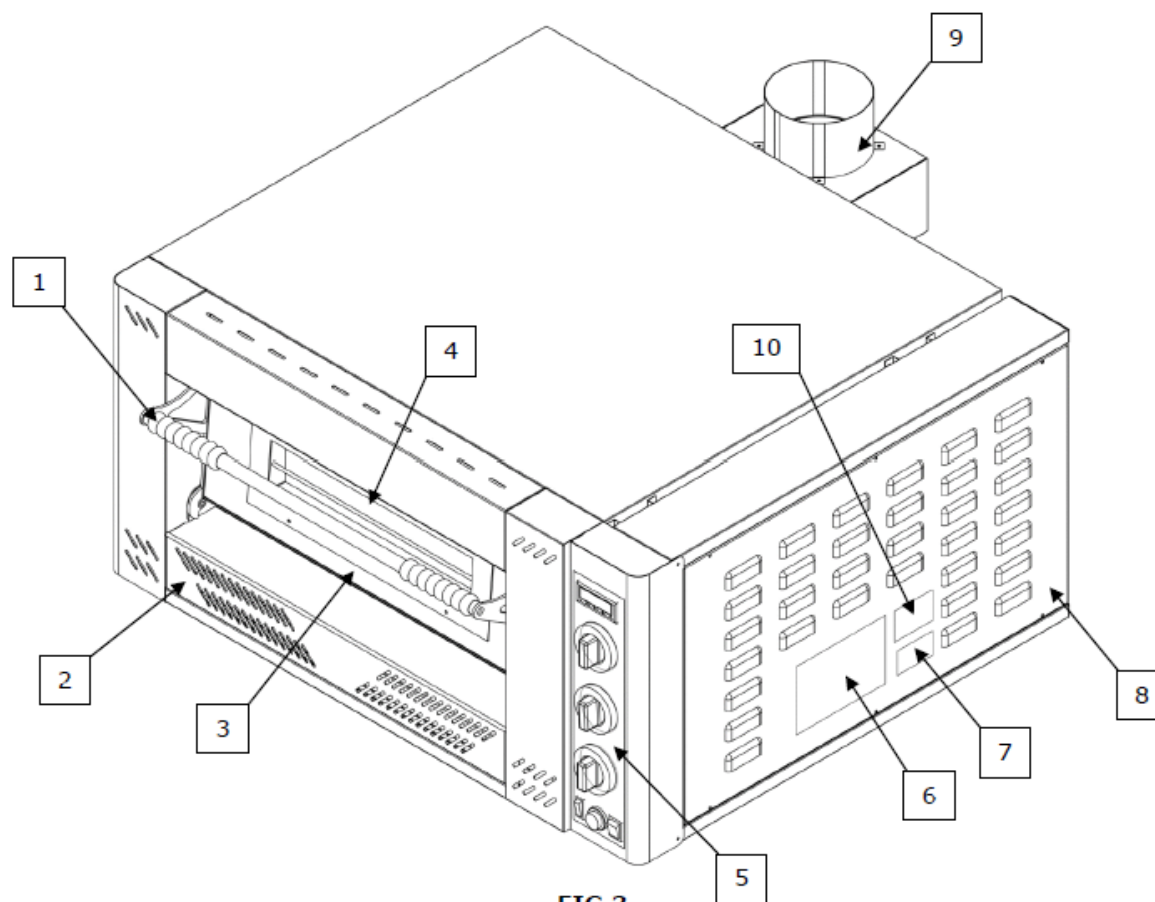
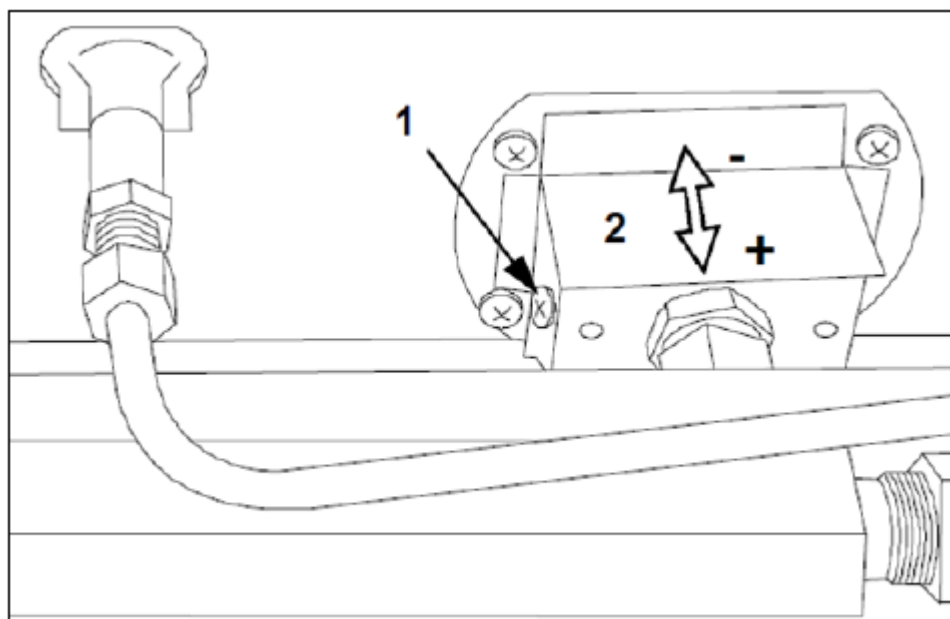

FIG.3
FIG.9
- Entfernen Sie die Frontplatte (Abb. 3-Ref. 2) und lösen Sie die Schrauben.
- Entfernen Sie die rechte Seitenwand DX (Abb. 3-Bez. 8), indem Sie die Schrauben lösen.
- 1) Dévisser et retirer le côté droit (DX) du panneau (FIG.3-Ref.8) ;
Retirer le panneau avant (FIG.3-Ref.2), dévisser les vis, retirer le régulateur d'air (FIG.9-Ref.1/2), les buses sont visibles et accessibles. Desserrer les buses avec une clé appropriée et les remplacer par des types adaptables comme indiqué dans les données techniques selon le modèle de four.
Desserrer les vis (FIG.9-Ref.1) et régler le brûleur à air (FIG.9-Ref.2).
Après le réglage de l'air, serrer la vis dans la bonne position (FIG.9-Ref.1).